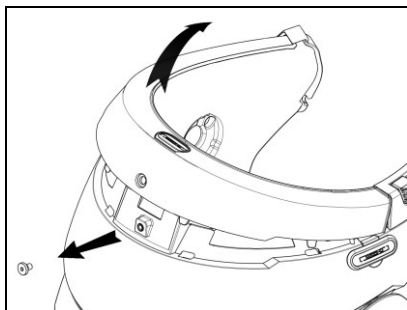

Fig. 4
- Verwijder de schroef van de randpakking met behulp van de daarvoor bestemde sleutel (Fig. 4).
- Verwijder de volledige randpakking zoals wordt aangeduid in Fig. 4, en dus ook de comfortbekleding.